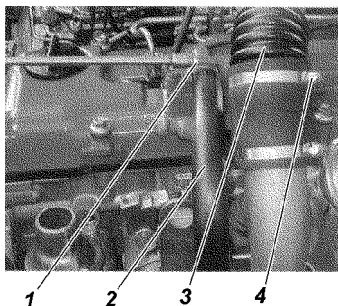

Рис. 4.166. Шланг вентиляции и шланг воздуховода:
4. Ослабить хомут 1 (рис. 4.166) и снять шланг 2 вентиляции с патрубка крышки маслоотделителя.